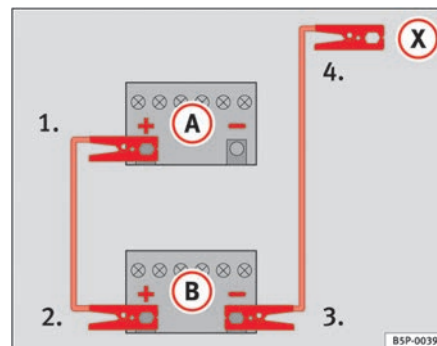

Fig. 158 Esquema de conexión de los cables de emergencia
En la ⇒ fig. 158 **A** representa a la batería sin carga y **B** a la batería con carga.
1. Emborne un extremo del cable de emergencia rojo al polo positivo ⇒ fig. 158 (+) del vehículo con la batería descargada ⇒ ⚠.